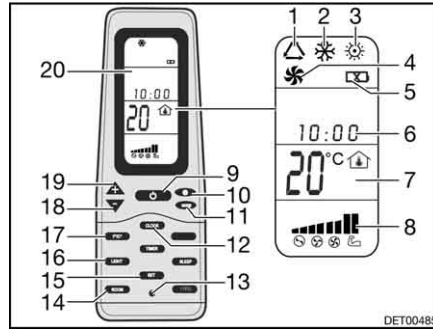

Bild 202 Fjärrstyrning
- Tryck på knappen ON/OFF (Bild 202,9).
- Tryck så många gånger på knappen "Mode" (Bild 202,11) tills önskad driftstyp (Bild 202,1, 2, 3 eller 4) visas på displayen (Bild 202,20).
- Ställ in önskad temperatur med knapparna "+" (Bild 202,19) och "-" (Bild 202,18).
- Med knappen Fläktvarvtal (Bild 202,10) väljs önskad fläktkapacitet.